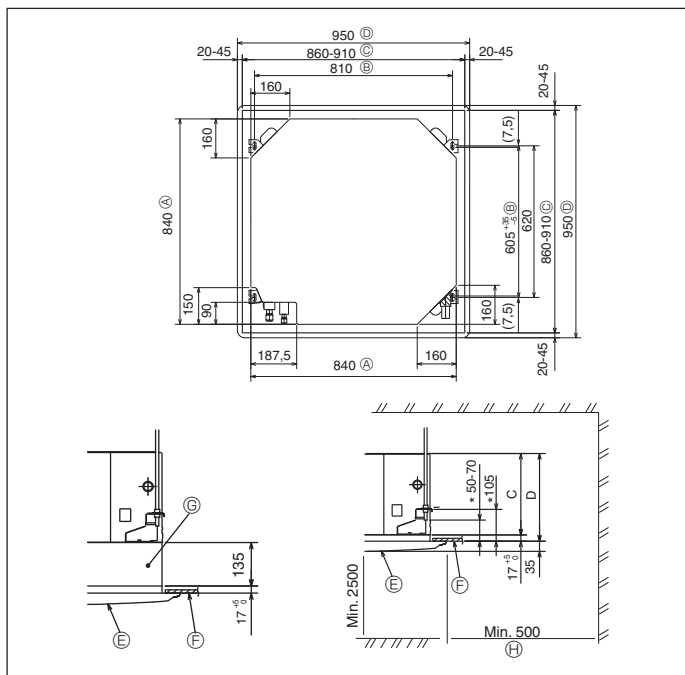

Fig. 3-2
④	Banda	8
⑤	Parafuso com arruela (M5 x 25) para montagem da grelha	4
⑥	Bocal de drenagem	1
⑦	Isolação	1
⑧	Porca afunilada 1/4F(P60)	1
3.2. Localizações das aberturas no tecto e da instalação dos parafusos de suspensão (Fig. 3-2)
- As dimensões da abertura do tecto podem ser reguladas dentro dos limites indicados na Fig. 3-2. Por isso, centre a unidade principal na abertura do tecto, de maneira a que os lados opostos correspondentes aos lados da abertura sejam idênticos.